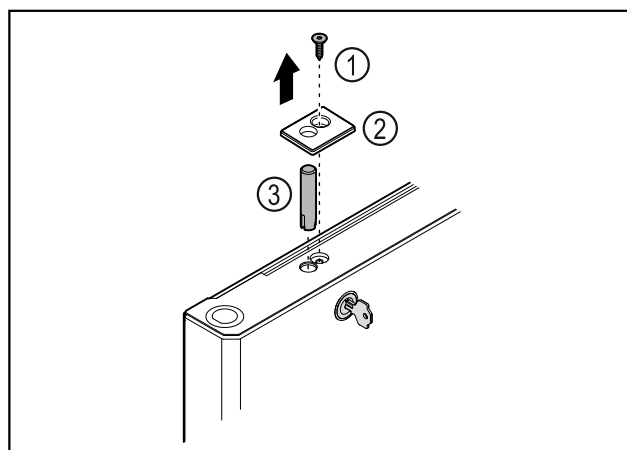

Fig. 42
- ▶ Извлеките винт Fig. 42 (1).
- ▶ С помощью небольшой отвертки освободите крышку Fig. 42 (2) от фиксации и снимите ее.
- ▶ Извлеките запорный палец Fig. 42 (3).